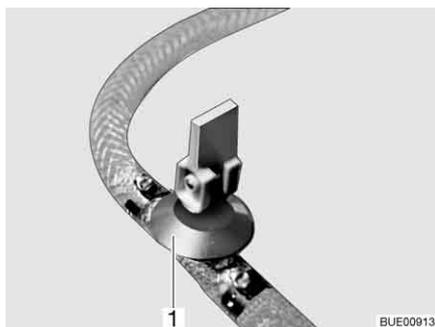
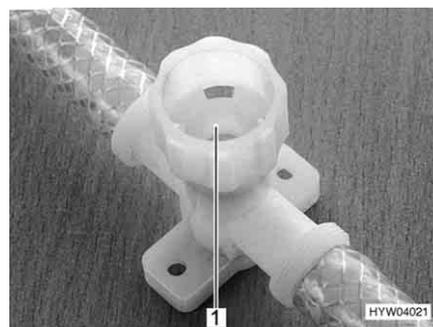

Fig. 212 Llave de desagüe (con balancín)
Fig. 213 Llave de desagüe (con tapa giratoria)
- Abrir todas las llaves de desagüe. Para esto, poner el balancín de la llave de desagüe (Fig. 212,1) en posición vertical o girar la tapa de la llave de desagüe (Fig. 213,1) en sentido contrario a las agujas del reloj.